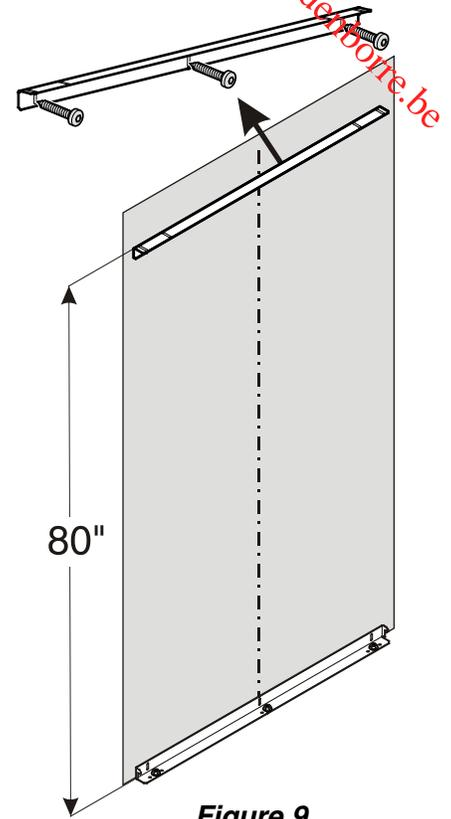

Figure 9
1. Monter l'équerre antibascullement fournie contre le mur à l'aide de vis 6 x 60 (Figure 9).